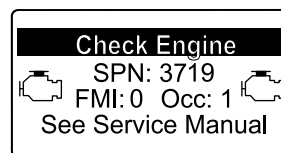

Figura 56
- Advertencia del motor SPN 3719, FMI: 0 (Figura 56)